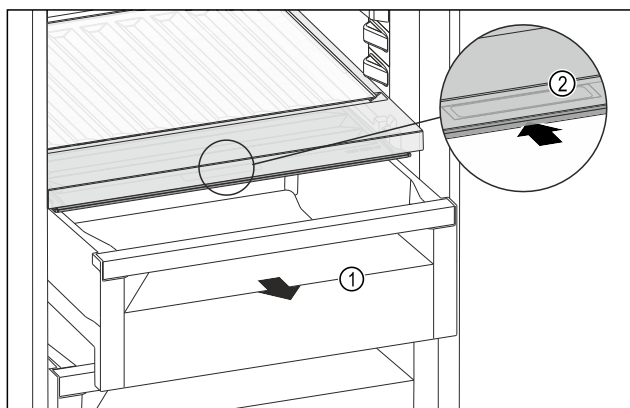

Fig. 173
- Estrarre il cassetto Fig. 173 (1).
- Afferrare la maniglia incassata Fig. 173 (2) sul coperchio dello scomparto e spingere allo stesso tempo all'indietro il coperchio dello scomparto.